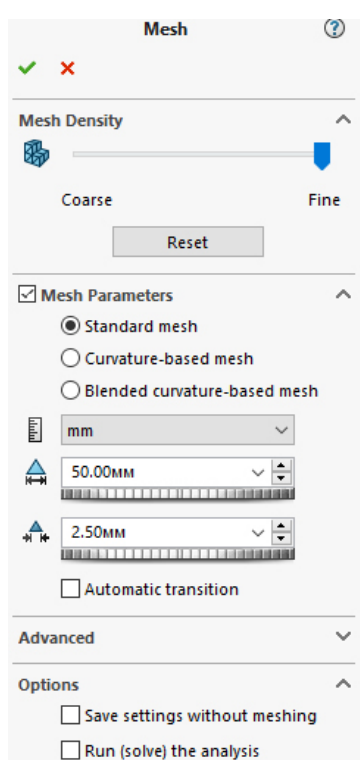

Рис. 4.158
– в графі  *Глобальный размер* вводимо розмір елемента — 50 мм (допуск при цьому обчислюється автоматично — 2,5 мм) (рис. 4.158).